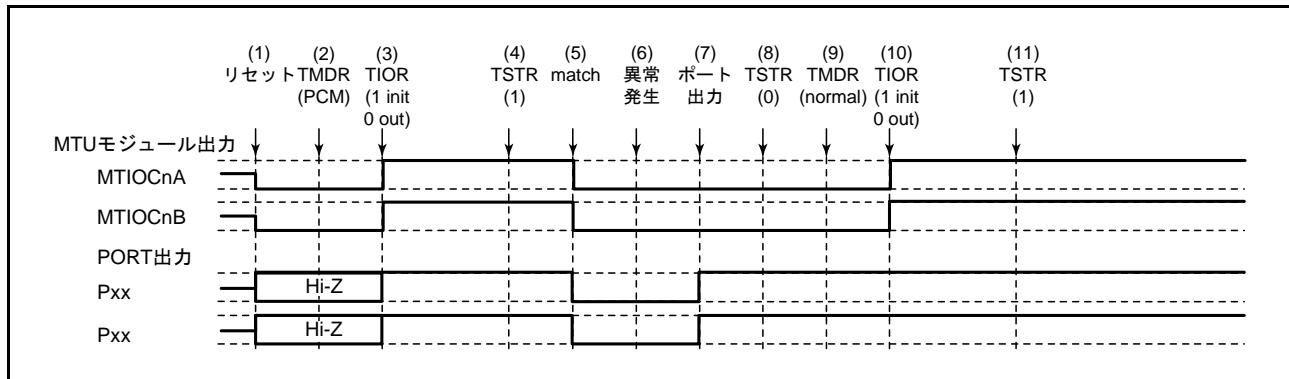

図 18.141 位相計数モードで異常が発生し、ノーマルモードで復帰する場合
位相計数モードで異常が発生し、再設定後ノーマルモードで再スタートする場合の説明図を図 18.141 に示します。
(1) ~ (8) は図 18.141 と共通です。
(9) PWM モード 1 を設定します。
(10) TIOR で端子を初期化してください (PWM モード 1 では MTIOCnB 側は初期化されません)。
(11) TSTR で再スタートします。
(19) 位相計数モードで動作中に異常が発生し、PWM モード 2 で再スタートする場合の動作
(9) PWM モード 2 を設定します。
(10) TIOR で端子を初期化してください (PWM モード 2 では周期レジスタの端子は初期化されません)。
(20) 位相計数モードで動作中に異常が発生し、位相計数モードで再スタートする場合の動作
(9) 位相計数モードで再スタートする場合には必要ありません。
(10) TIOR で端子を初期化してください。
(21) 相補 PWM モードで動作中に異常が発生し、ノーマルモードで再スタートする場合の動作